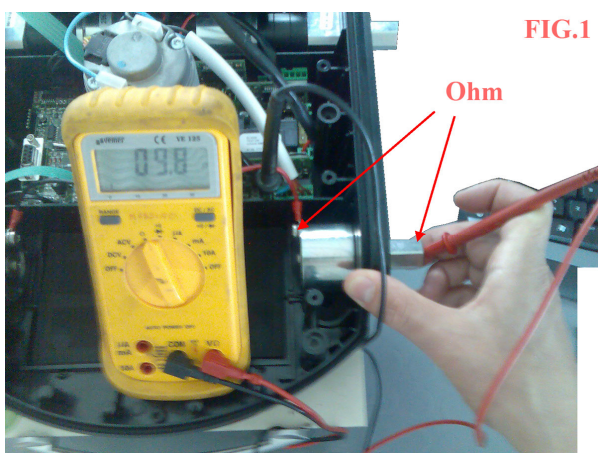

FIG.1
1. Misurare l'impedenza con un tester sia del cablaggio destro che sinistro. L'impedenza dovrebbe essere inferiore a 2 Ohm (Fig.1)